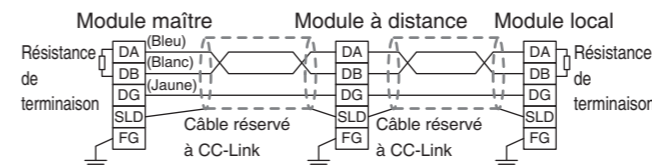

Figure 2
- (2) Nécessité d'un bus de terminaison de chaque extrémité du segment de bus CC-Link comme l'indique la Figure 2.